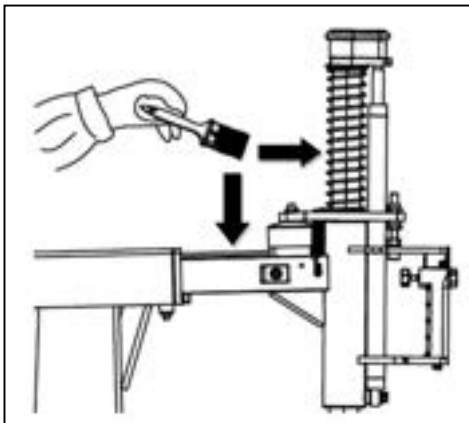

図 38
- ディーゼルオイルを使用して、六角シャフトと四角形の水平アームを洗浄します(図 38)。